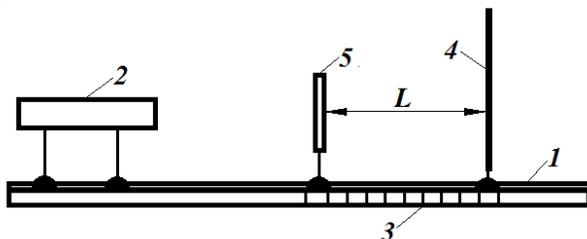

Рис. 1
Схема установки для определения длины волны излучения лазера изображена на рис. 1. Все детали установки располагаются на оптической скамье (1). На расстоянии 20-25 см от лазера (2) устанавливается дифракционная решетка (5). При включении лазера на экране (4) наблюдается дифракционная картина. Вдоль оптической скамьи расположена шкала (3) для измерения расстояния L между решеткой и экраном.